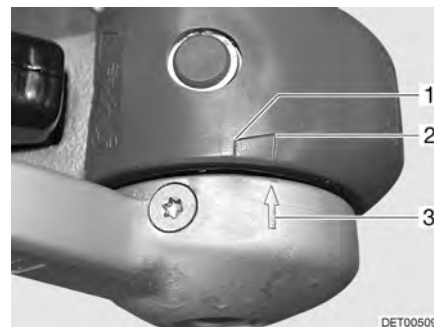

Fig. 199 Forros de fricción
- Cuando la flecha de la arandela de presión (Fig. 199,3) se encuentra delante o en la superficie de marcación (Fig. 199,2) los forros de fricción están todavía nuevos.
- Cuando la flecha de la arandela de presión se encuentra dentro de la superficie de marcación (Fig. 199,1 a 2), los forros de fricción están ligeramente desgastados.
- Cuando la flecha de la arandela de presión se encuentra al final de la superficie de marcación (Fig. 199,1) a la sobrepasa, los forros de fricción están desgastados.